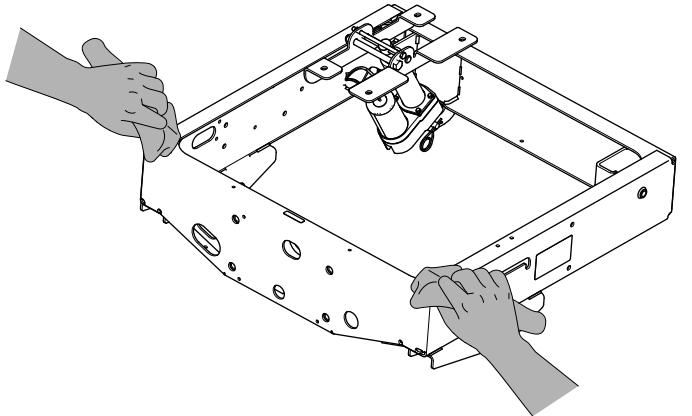

Figura 14
- Pulite le 2 aree del telaio (Figura 14) in modo che l'adesivo dei cuscinetti in schiuma aderisca adeguatamente al telaio.